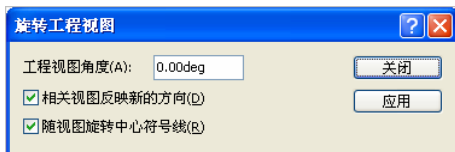

图 14-35 “旋转工程视图”对话框
- ❶ 单击“视图”工具栏中的 （旋转视图）按钮，会出现如图 14-35 所示的“旋转工程视图”对话框。